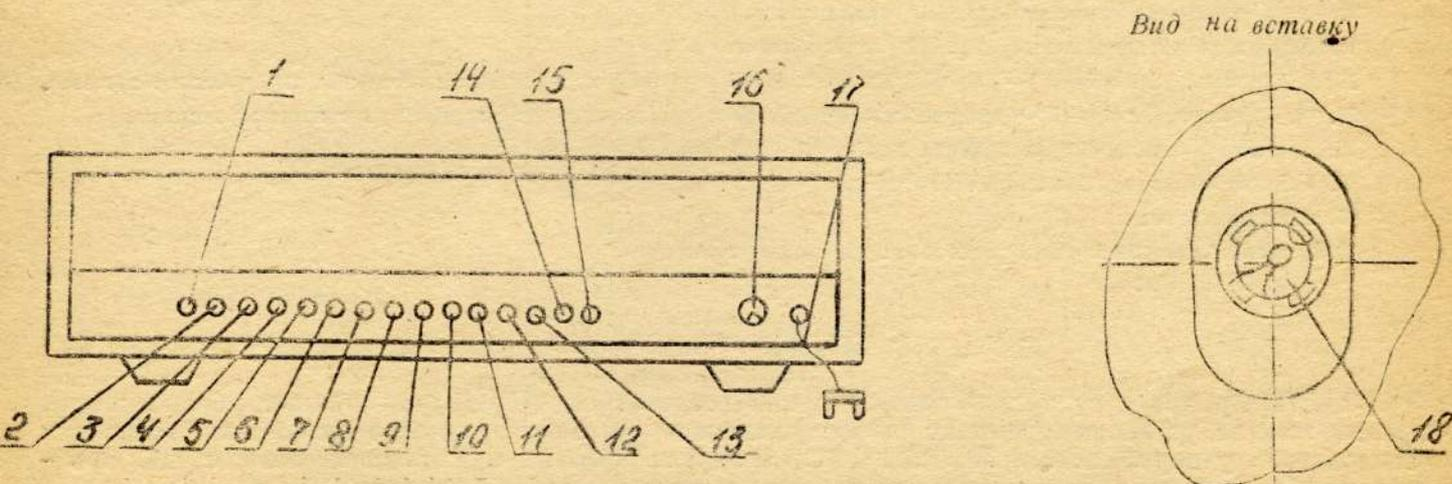

Рис. 2. Задняя стенка усилителя и вид на вставку блокировки сети снизу усилителя.
2.12. Расположение гнезд для подключения источников сигнала, держателей предохранителей и переключателя напряжения сети на задней стенке усилителя показано на рис. 2.